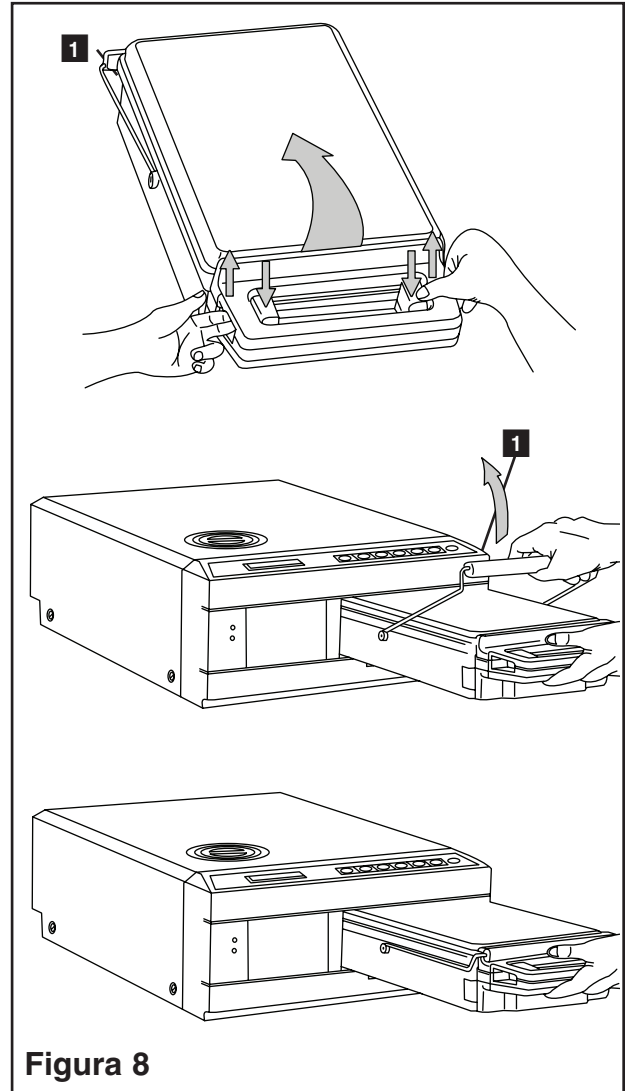

Figura 8
1. Sostenga el mango del cassette en una mano y el mango de traslado en la otra, tal como se observa en la figura 8.